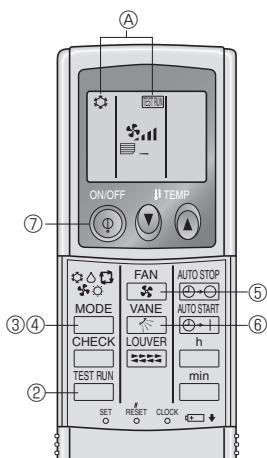

Fig. 7-5
7.2.2. Использование беспроводного пульта дистанционного управления (Fig. 7-5)
- ① Включите питание блока по крайней мере за 12 часов до начала испытаний.
- ② Дважды нажмите кнопку **TEST RUN**. (Начните данную операцию с выключенным дисплеем пульта дистанционного управления.)
- ③ На дисплее появится индикация **TEST RUN** и индикация текущего режима работы.
- ④ Нажмите кнопку **MODE** (**COOL** **DRY** **AUTO** **HEAT**), чтобы активизировать режим **COOL**, затем проверьте исправность выдува холодного воздуха из прибора.
- ⑤ Нажмите кнопку **MODE** (**COOL** **DRY** **AUTO** **HEAT**), чтобы активизировать режим **HEAT**, затем проверьте исправность выдува теплого воздуха из прибора.
- ⑥ Нажмите кнопку **VANE** и проверьте, изменяется ли скорость вращения вентилятора.
- ⑦ Для остановки пробного прогона нажмите кнопку **ON/OFF** (ВКЛ./ВЫКЛ.).